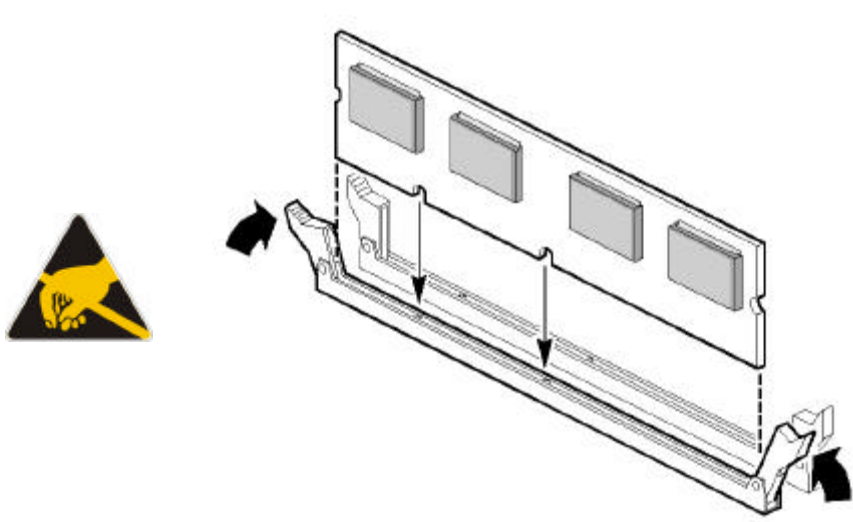

Figura 6. Installazione dei moduli DIMM
3. Individuare sulla scheda madre la posizione degli zoccoli contenenti i moduli DIMM della memoria di sistema. (moduli DIMM hanno un verso unico di inserimento e hanno una chiave che permette l'inserimento nello zoccolo in un solo verso vedi figura 6).